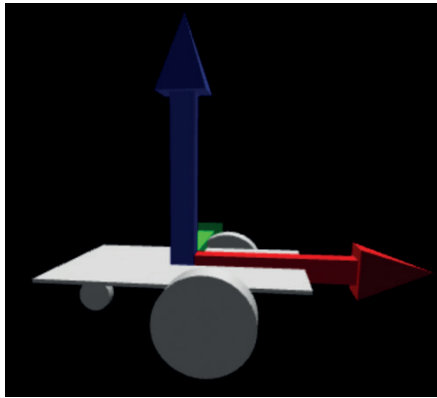

Рис. 16.3. Виртуальная модель робота с другой стороны
17. Нажмите правую кнопку мыши и потяните в сторону, чтобы посмотреть на робота с другой стороны. Колесиком мыши можно увеличивать или уменьшать масштаб. На рис. 16.3 мы видим заднее поворотное колесо робота.
На рис. 16.3 показан вид виртуальной модели слева.